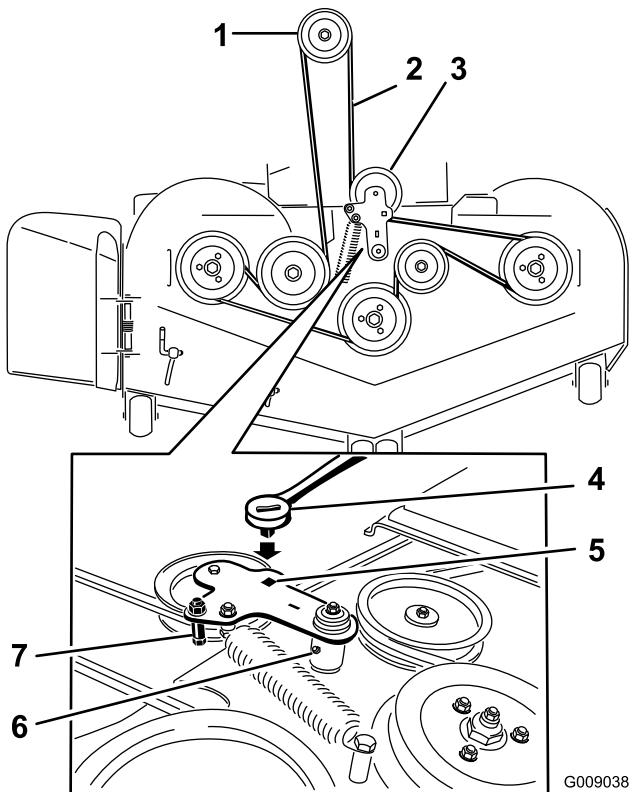

Figura 98
- Levante la chapa de suelo e introduzca una llave dinamométrica en el taladro cuadrado del brazo tensor de la carcasa (Figura 98).
- Gire cuidadosamente el brazo tensor de la carcasa en el sentido de las agujas del reloj y retire la correa del cortacésped (Figura 98).